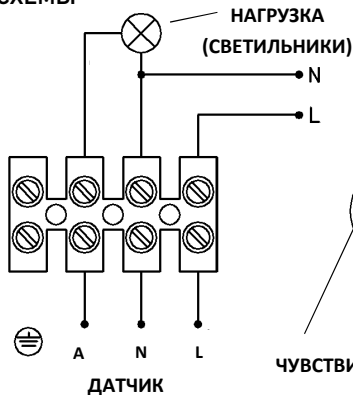

Рис.3
- Подключите нагрузку (светильники) и питание к датчику согласно электрической схеме рис.3
- Несоответствие параметрам питающей сети, а также типу, мощности и схеме подключаемой нагрузки (см. таблицу «Технические характеристики» и электрическую схему подключения рис. 3), может привести к выходу датчика из строя и лишению гарантии.